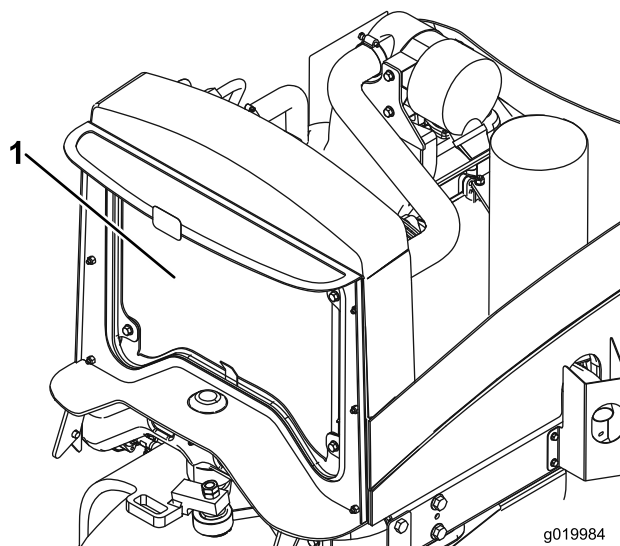

図 52
2. オイルクーラ/ラジエーターの裏表を、水または圧縮空気で丁寧に清掃する (図 52)。